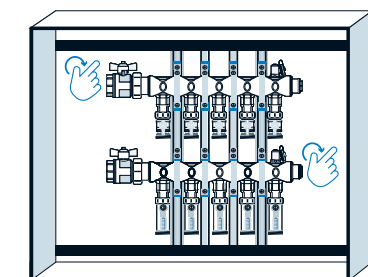

Figure 9 : Assurez-vous que le rail se trouve derrière le support de montage supérieur
4. Faites pivoter le haut des supports verticaux du collecteur vers la droite ou la gauche afin qu'ils glissent derrière le rebord du rail supérieur (voir **Figure 9**).